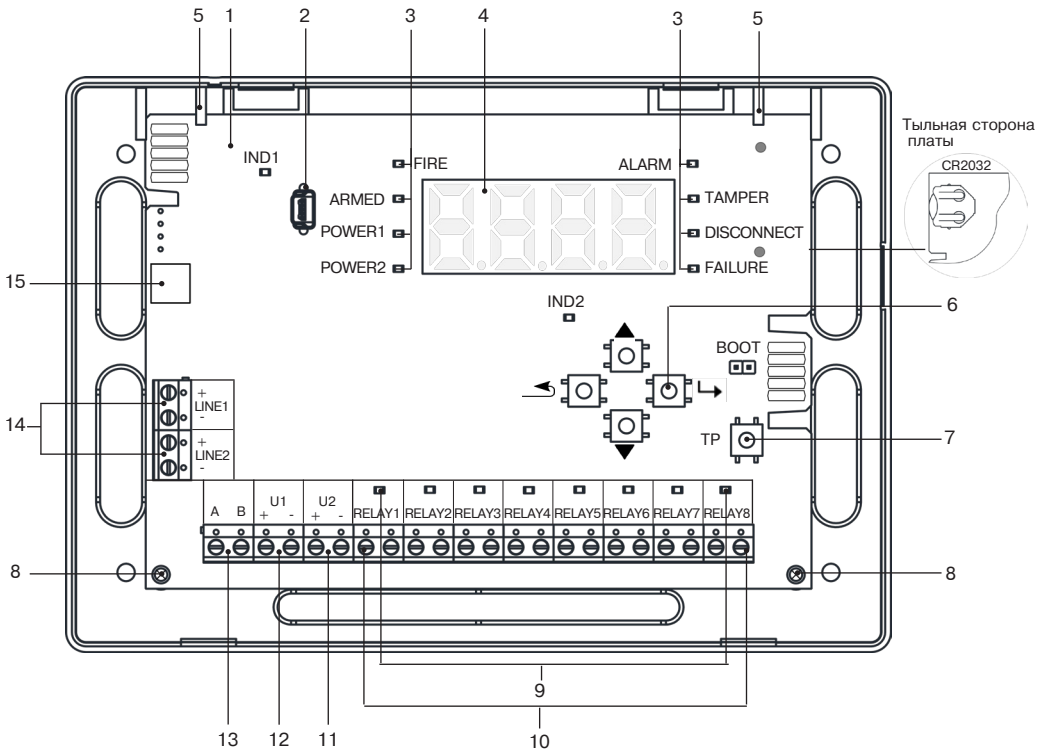

Рисунок 1 – Конструкция БОС (вид без крышки)
БОС состоит из крышки корпуса и основания корпуса с установленной печатной платой (1). Печатная плата крепится двумя зацепами (5) и двумя винтами (8). Основание корпуса с печатной платой представлено на рис. 1.
Нажмите датчик вскрытия (поз. 8, рис. 1) на плате БОС для перехода на экран меню ручного конфигурирования.